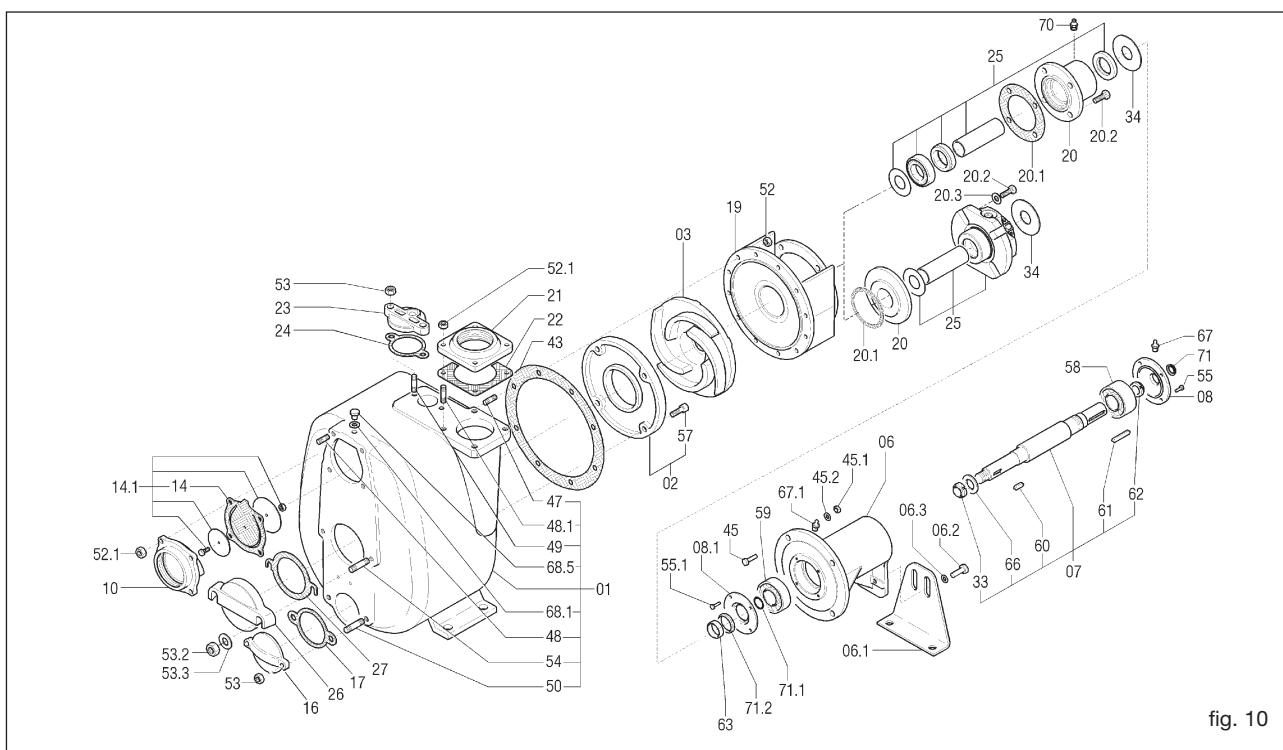
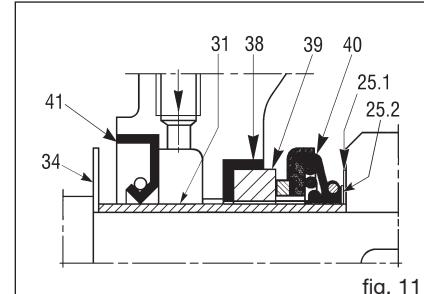

fig. 10
fig. 11
Le tuyau d'aspiration doit avoir un diamètre égal à celui de l'orifice d'aspiration de la pompe (consulter Varisco pour des diamètres supérieurs). Eviter, si possible, les coude ou les étranglements pouvant limiter l'arrivée de liquide à la pompe. Ne pas monter la soupape de pied car la pompe est équipée d'un clapet anti-retour incorporé (14) (fig. 10).
13.2 Remplacement de la turbine (fig. 10)
- Dévisser les écrous (52) et enlever le corps de la pompe en veillant à ne pas abîmer le joint (43).
- Bloquer la turbine (03) et dévisser l'écrou à blocage automatique (33).
- Remplacer éventuellement le joint (43).
13.3 Remplacement de la plaque d'usure (fig. 10)
- Dévisser les vis à tête hexagonale encastrée (57).
- Enlever et remplacer la plaque d'usure (02).
13.4 Remplacement de la soupape (fig. 10)
- Retirer le porte-soupape (10).
- Nettoyer le logement de la soupape du porte-soupape (10) et le remonter.
13.5 Remplacement de la garniture de type 1 - 2 - 3 (fig. 10,11 et 12)
13.6 Remplacement de la garniture de type 4 - 5 (référence fig. 10, 13, 14, 15 et 16)
- Dévisser les écrous (52) (fig. 10) et enlever le corps de la pompe en veillant à ne pas abîmer le joint (43).
- Bloquer la turbine (03) et enlever l'écrou à blocage automatique (33).
- Il faut pur cela que les cotes A et B des fig. 17, 18, 20 et 21 soient le plus possible égales. Il est donc nécessaire d'utiliser les anneaux de compensation (25.2) (fig. 11) fournis avec la garniture de rechange. Ces anneaux servent à déplacer la turbine vers l'avant au cas où elle soit trop loin de la plaque d'usure frontale ou trop près de celle arrière (quand elle est prévue). Les anneaux de compensation doivent être montés entre l'anneau qui soutient la garniture (25.1) (fig. 11) et la turbine. D'autres ajustements peuvent être faits avec les joints du corps et la plaque d'usure arrière. Le joint (43) (fig. 10) qui a une épaisseur de 0,5 mm permet d'obtenir la distance voulue (fig. 19).
13.8 Entretien des roulements (fig. 10)